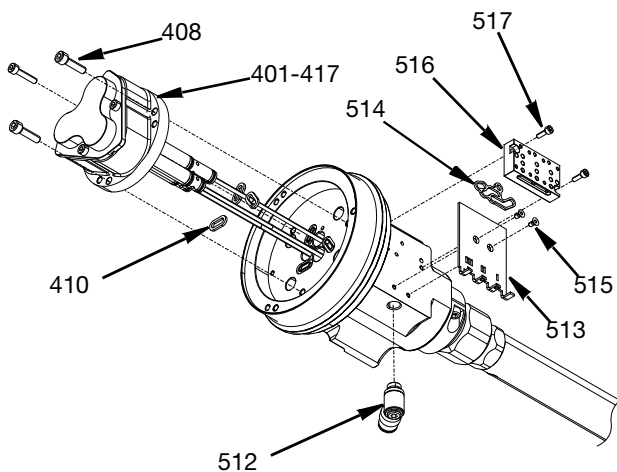

ABB. 15
1. Die Luftzylinderbaugruppe (401-417) und die Nadelkugel-Absperrventile (418) werden zusammen entfernt, indem die drei M5 Innensechskant-Schrauben (408) entfernt werden.
**HINWEIS:** Achten Sie darauf, dass die Nadelkugelabsperrentile (418) beim Herausziehen aus dem Gehäuse nicht beschädigt oder verbogen werden. Verschiedene Dichtungen, die bei den folgenden Verfahren entsorgt werden, müssen vor dem Wiedereinbau durch neue ersetzt werden.
2. Die Luftdichtungen (410) sollten entsorgt werden.
3. Entfernen Sie den Luftverteiler (516), indem Sie die M3 Innensechskant-Schraubenbefestigungen (517) mit einem Sechskantschlüssel entfernen. Die Luftdichtung (514) sollte entsorgt werden.
4. Entfernen Sie die innere Abdeckung (513), indem Sie die M3-Flachkopfschrauben (515) mit einem Innensechskantschlüssel entfernen.
5. Entfernen Sie das 1/8 Zoll. BSPB-Drehgelenkfitting (512) mit einem Sechskantschlüssel. Siehe ABB. 15.